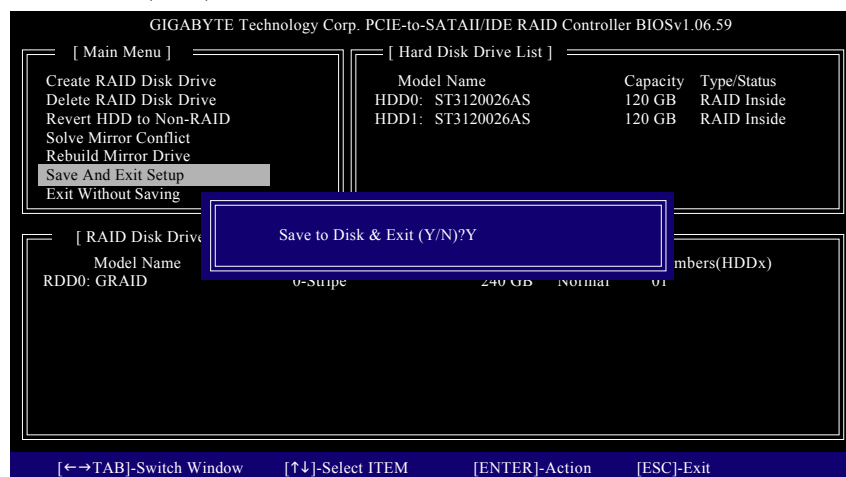

図 10
7. **セットアップを保存して終了:** RAID アレイを設定した後、メインスクリーンで **Save And Exit Setup** アイテムを選択し設定を保存してから RAID BIOS ユーティリティを終了し、<Y> を押します (図 10)。